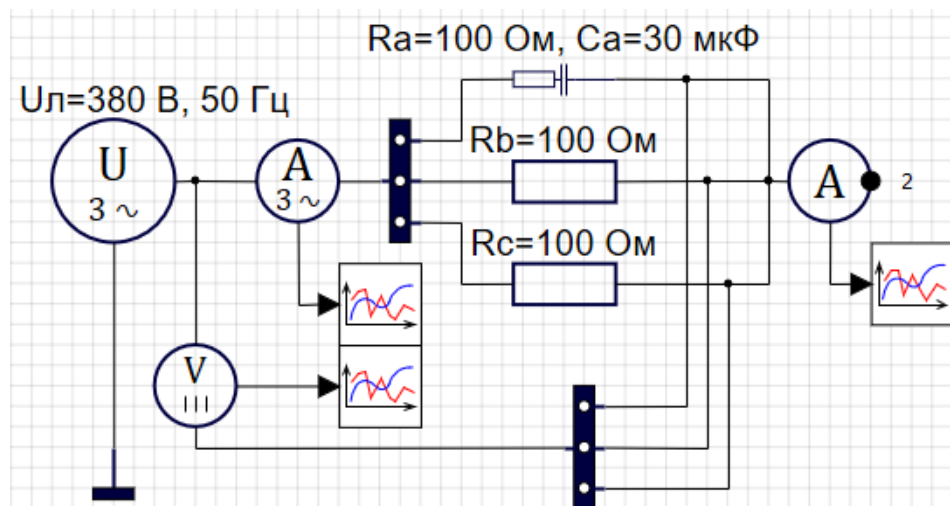
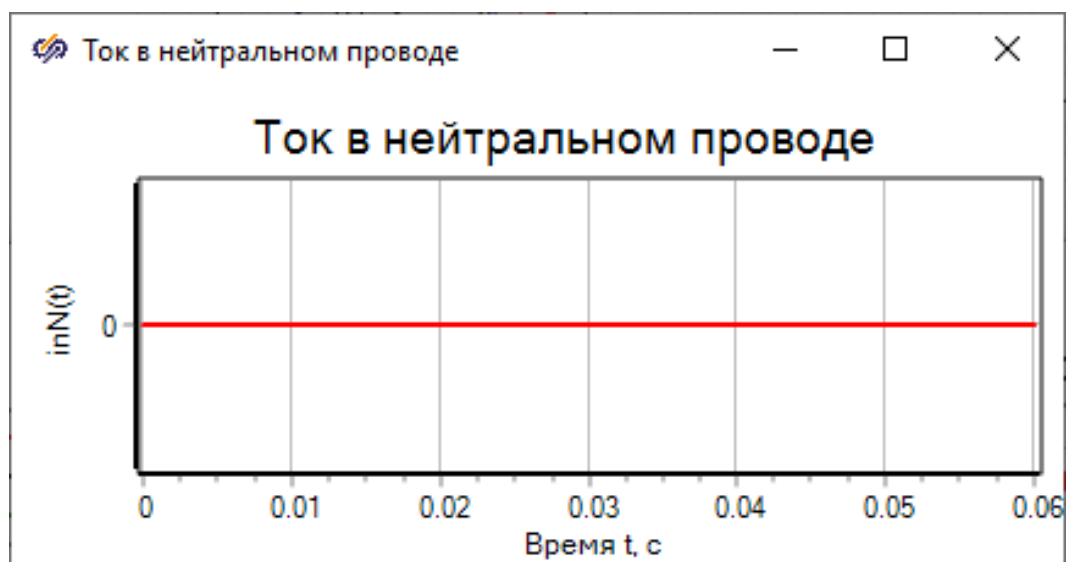

Рис. 4.11
Рис. 4.12
8. Собрать в окне проектов системы SimInTech несимметричную трехфазную цепь при соединении фаз приемника по схеме звезда без нейтрального провода (рис. 4.11).
9. Запустить на моделирование полученную модель и посмотреть результаты моделирования в графических окнах. На рис. 4.12–4.14 приведены результаты моделирования схемы рис. 4.11.